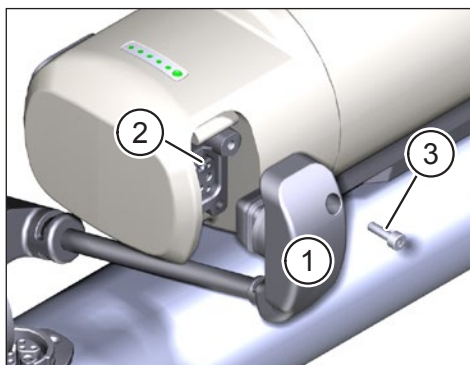

Fig. 7: Bevestig de verbindingkabel aan de Range Extender
- ▶ Sluit de stekker (Pos. 1 in Fig. 7) van de aansluitkabel aan op de zocket (Pos. 2 in Fig. 7) in de Range Extender.
- ▶ Bevestig de connector aan de Range Extender met de inbusbout M3 × 8 (Pos. 3 in Fig. 7) die bij de kabel wordt geleverd, met een moment van 1 Nm. Gebruik nooit een langere schroef. Anders bestaat het risico dat de elektronica in de Range Extender beschadigd raakt.